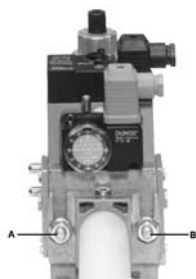

Рис. 7
3. Затянуть винты А, В, С и D (Рис. 7 - Рис. 8), соблюдая дистанции монтажа (Рис. 9);